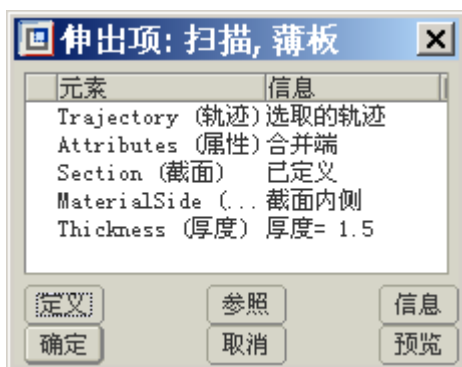

图 48-10
(7) 单击【正向】选项，系统提示输入薄板特征的厚度，输入 1.5↓。
(8) 模型对话框中的各选项，如图 48-10 所示。